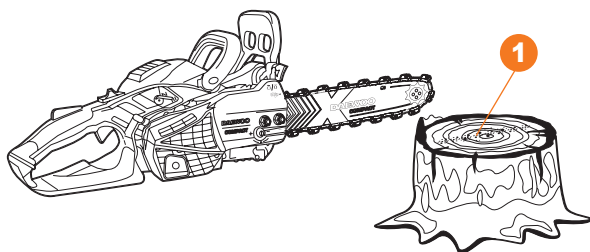

Рис. 6
Перед каждым использованием проверяйте работу смазки цепи, для этого расположите пилу пильной шиной над светлым сухим предметом, запустите двигатель и удерживайте в таком положении до 30 сек., образуется след от масла ❶, спадающего с шины (Рис. 6). Не используйте пилу если нет подачи масла или подача масла минимальна, в случае данной неисправности обратитесь в сервисный центр.